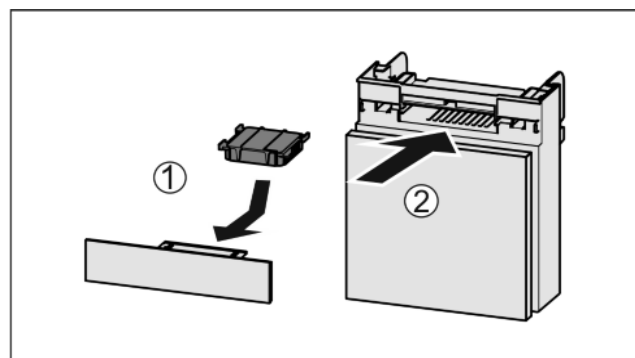

Fig. 37
- Wkładać Fig. 37 (1) filtr z węglem aktywowanym zgodnie z ilustracją.
- Wsunąć komorę Fig. 37 (2).